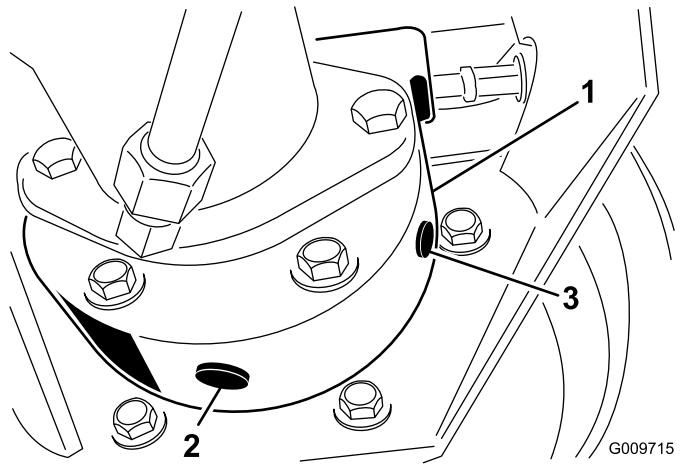

図 45
3. ホイールの反対側のブレーキハウジング図45の下にも容器を置く。